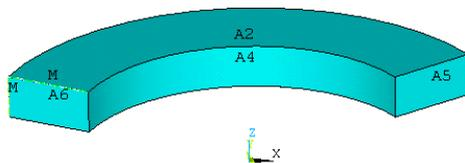

图4.64 定义源面划分设置
(4) 对源面 (A6) 进行预分网设置。假定要把源面划分为 4×6 的四面表网格，则分别将源面两条边界上的单元划分设置为 4 和 6 即可。单击 Main Menu>Preprocessor>Meshing>Size Cntrl>ManualSize>Layers>Picked Lines 菜单，将弹出图形拾取对话框，在图形视窗中选择 A6 面的上边线，单击**【OK】**按钮后将其单元划分数目设为 6。
(5) 重复 (4) 的操作，将面 A6 左边线的单元划分数目设为 4。此时的模型如图 4.64 所示。